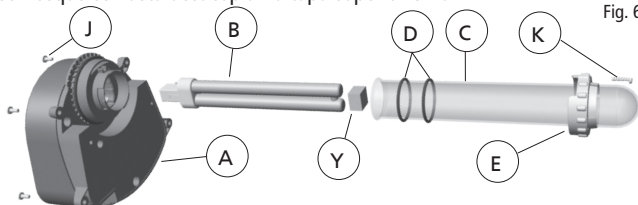

Fig. 6
- Para extraer la tapa superior UVC (A) (fig. 6) del filtro, desenrosque los 4 tornillos (J) que la sujetan a la tapa del filtro (G). La tapa superior UVC incluye tornillos antipérdida. No es necesario que extraiga los tornillos por completo. Simplemente, desenrosquelos hasta desacoplar la tapa superior UVC.